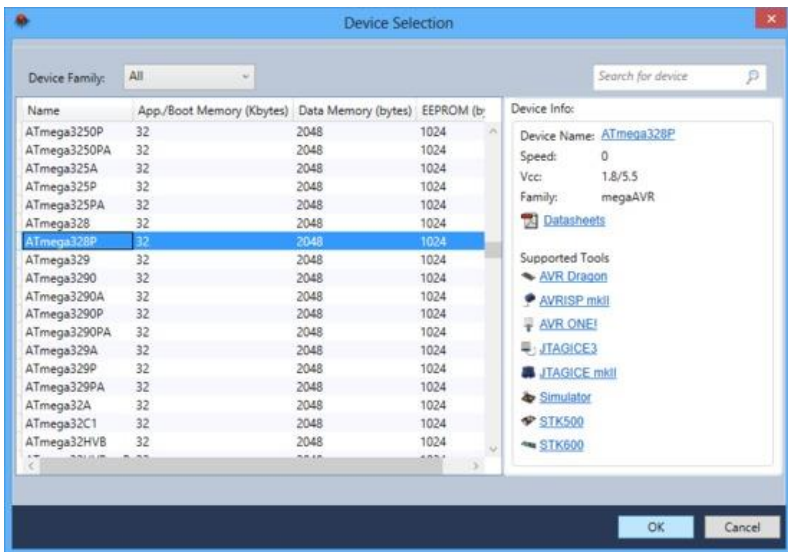

Рисунок 2.2 – Діалогове вікно Device Selection в Atmel Studio 6
2. У вікні Device Selection (рис. 2.2), оберіть ім'я пристрою AVR яке необхідно. Клікніть **ОК** для створення нового проєкту.